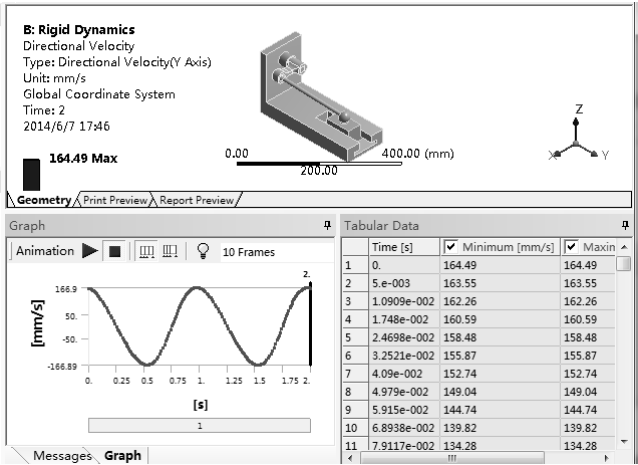

图 10-34 速度结果图和数据表
3) 速度结果。在【Outline(分析树)】中选择【Solution (B6)】节点，单击其下的【Directional Velocity】项  Directional Velocity，在图形窗口显示速度结果，如图 10-34 所示。